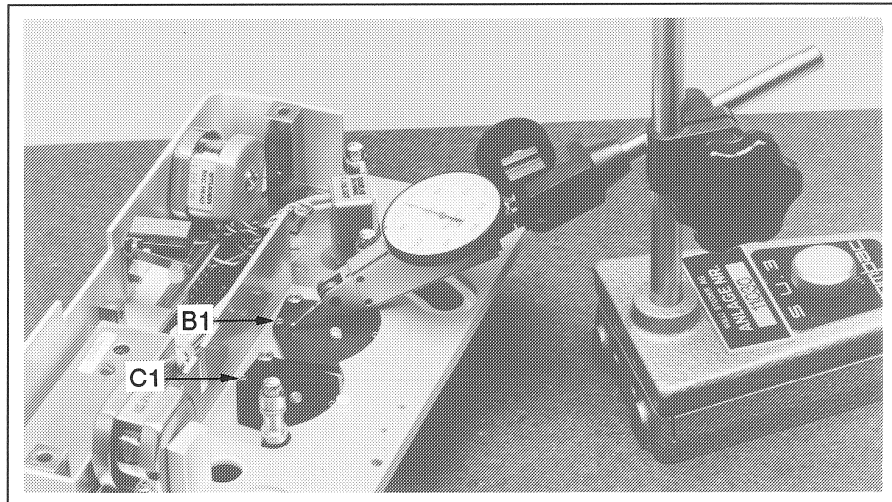
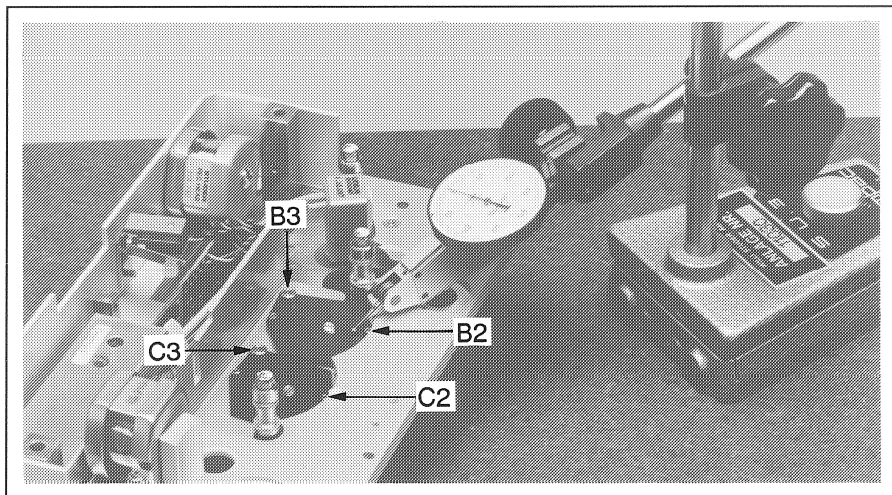

Fig. 3.4.42 Taumelplatten einstellen: Schrauben B1, C1
Fig. 3.4.43 Taumelplatten einstellen: Schrauben B2, C2. Azimut-Voreinstellung B3, C3.
- Auf der Richtplatte den Messtaster vorsichtig gemäss Fig 3.4.42 auf die Taumelplatte setzen.
- Den Messtaster gemäss Fig. 3.4.43 neben der Schraube **B2** bzw. **C2** ansetzen. Mit der Stellschraube **B2** bzw. **C2** auf Messwert 0 einstellen.
Kontrolle mit Stereotestband	<p>Stereobezugsband einlegen und in Play starten.</p> <ul style="list-style-type: none">■ Kanal 1 und 2 auf gewünschten Leitungspegel einstellen.■ Im Bezugsband-Teil zur Kopfhöheneinstellung den Pegelunterschied zwischen Kanal 1 und 2 messen.■ Ist der Pegelunterschied grösser als 6dB, kann die Höhe des Wiedergabekopfes mit den Schrauben C1 und C2 nachjustiert werden. Siehe Fig. 3.4.42 und Fig. 3.4.43 im Kapitel "Einstellungen am Kopfträger". Beide Schrauben müssen in der gleichen Richtung um gleichviel gedreht werden (Drehwinkel beachten!) 10 Grad Drehwinkel entsprechen 0,01mm Höhenverstellung.